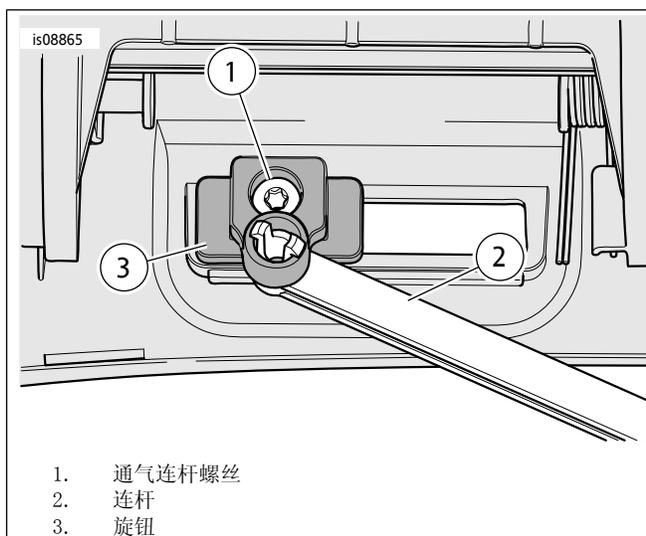

图4。通气连杆螺丝
4. 参见图4。拆卸螺丝(1)。拆卸连杆(2)。安装在新箱体正面。拧紧螺丝至1.3-2 N·m(12-18 in-lbs)。